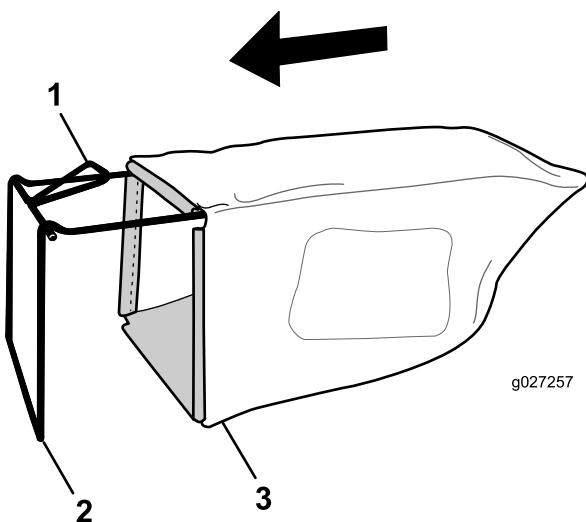

Рисунок 8
- Установите травосборник на раму, как показано на Рисунок 8.